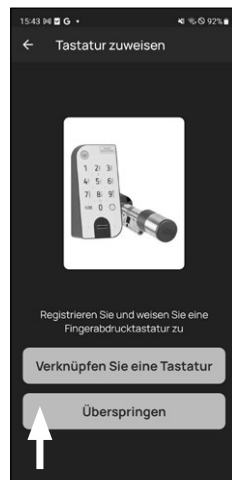

Abb. 8
- 9 Im Folgemenü (Abb. 8) werden Ihnen folgende zwei Auswahlmöglichkeit gegeben:
- 10 Tippen Sie auf „Überspringen“ (Abb. 8).